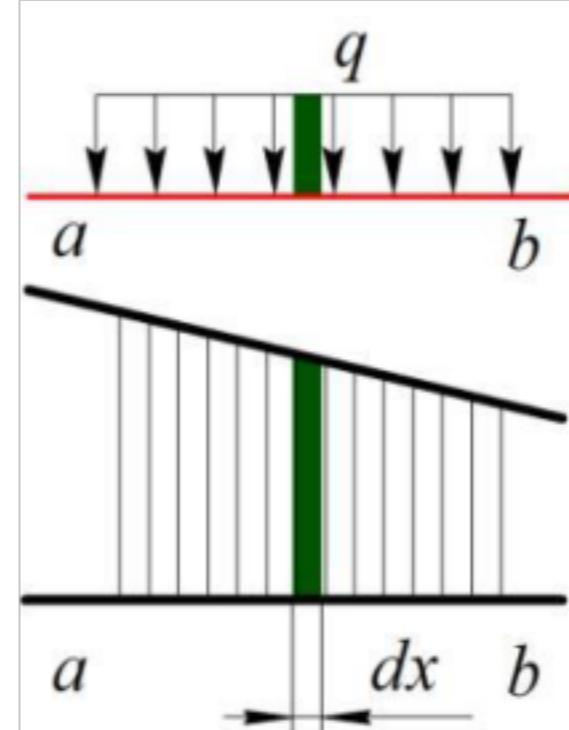

Рисунок 0.15
2. Влияние неподвижной равномерно распределенной нагрузки, интенсивностью q (рис.0.15).